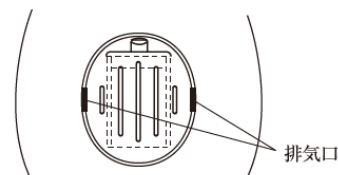

図5
- 6) 排液ボトルを体表にテープ等で貼付固定する際は、排気口を塞がないこと。ボトルが閉鎖系となるため十分な肺の膨張が得られない危険性がある。（図5）